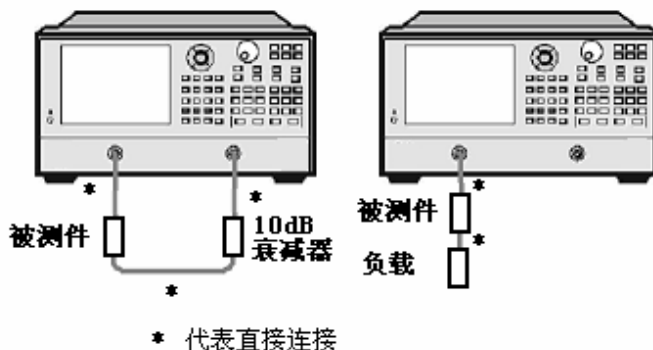

图 8.10 阻抗测量连接
- 3) 如上图8.10连接器件，进行  $S_{11}$  或  $S_{22}$  测量。